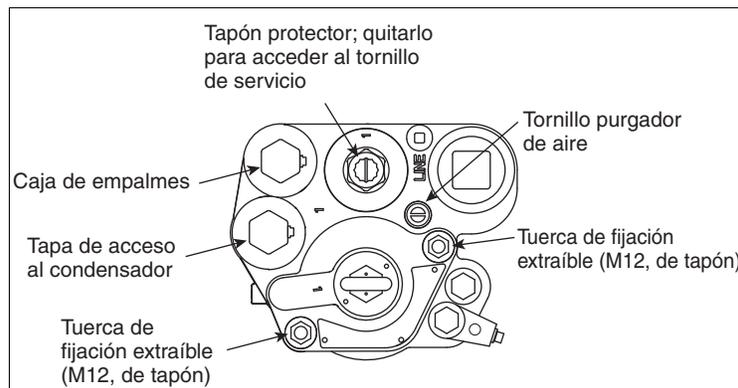

Figura 31. Tuercas de fijación extraíbles
2. Quite las dos tuercas de fijación extraíbles y deséchelas (véase la Figura 31). Los resortes de las espigas de retención que se encuentran entre la brida de la unidad extraíble y el distribuidor harán que suba y que se suelten los sellos.
24. Dele entre 2 y 3 vueltas al tornillo purgador de aire en el sentido contrario a las agujas del reloj (véase la Figura 31).
30. Dele entre 2 y 3 vueltas al tornillo purgador de aire en el sentido contrario a las agujas del reloj (véase la Figura 31).